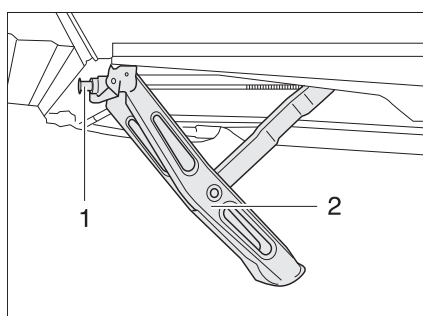

Fig. 15 Stabilisateur abaissé
- Pour cela, placer la manivelle livrée en série avec la caravane sur l'écrou à six pans (Fig. 15,1) du stabilisateur (Fig. 15,2).